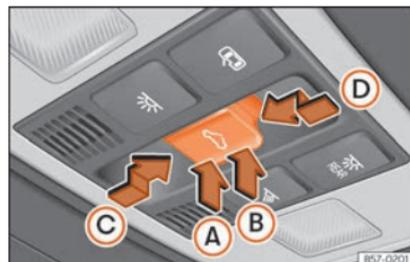

Abb. 93 Im Dachhimmel: Taste des Glasdachs.
Die Taste **Abb. 93** hat zwei Stufen. In der ersten Stufe kann das Glasdach ausgestellt sowie ganz oder teilweise geöffnet oder geschlossen werden.
- *Glasdach*: 5 Sekunden ab der Aktivierung des Einklemmschutzes verstreichen, drücken Sie die Taste ⇄ »» Abb. 93 bis zur zweiten Stufe in Pfeilrichtung »» Abb. 93 ⓓ bis das Dach vollständig schließt.